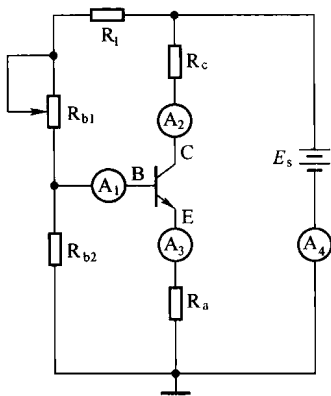

图 1-8 电量的测量
如图 1-8 所示（电路参数由指导老师给定）。
② 在图 1-8 中，如何使用功率表测量电源 E_S 的功率？画出其接线图。